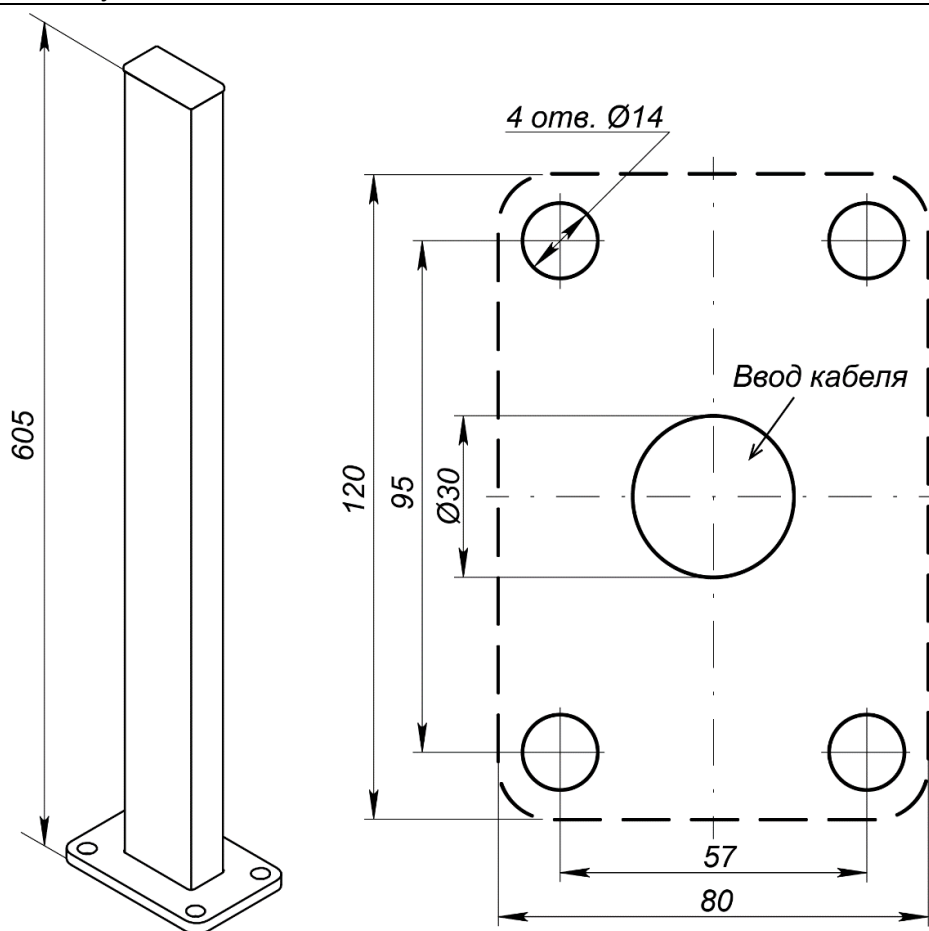

Рисунок 22. Внешний вид и схема разметки отверстий для установки стойки для фотоэлемента безопасности *PERCo-GDS1*
Фотоэлементы безопасности могут устанавливаться на стойках *PERCo-GDS1* (входит в дополнительный комплект поставки) (см. рис. 22).
2. Выполните в установочной поверхности отверстия под анкерные болты в соответствии с разметкой (см. рис. 22), а также штробы для проводов питания и соединения при необходимости.